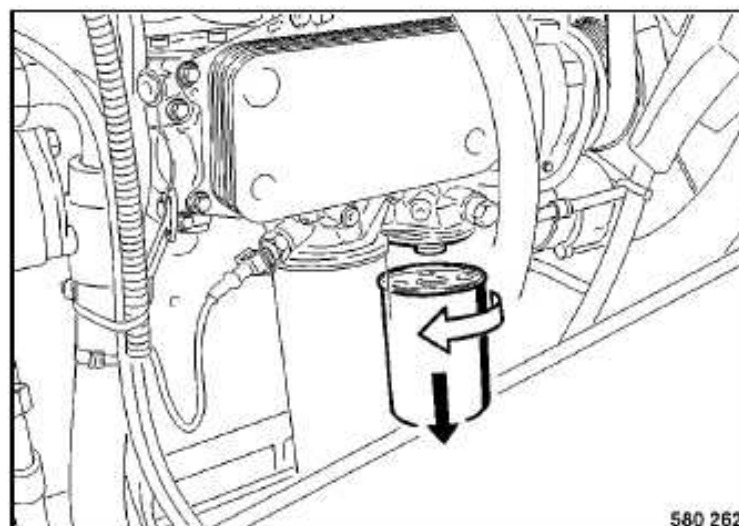

Fig. 131
- Soltar y desenroscar el cartucho filtrante (Fig. 131) con una llave de cinta apropiada.